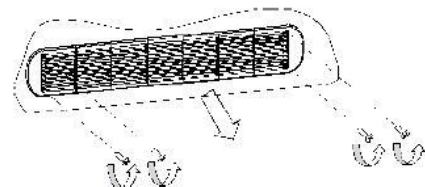

Fig.5-10
- 2) Maak de hanger van de neergelaten zijde los, zie Fig. 5-10.